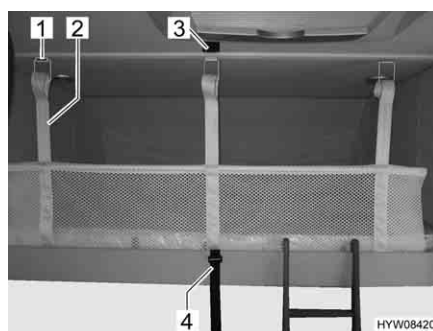

Fig. 74 Rete protettiva (montata)
- Staccare la cintura di ritegno (Fig. 74,4).
- Staccare le cinture di ritegno (Fig. 74,2) e sistemare la rete protettiva sotto il materasso.
- Assicurare il letto basculante al soffitto (Fig. 74,3) mediante la cintura di ritegno (Fig. 74,4).
Fissaggio: ■ Agganciare le cinture di ritegno (Fig. 74,2) ai ganci (Fig. 74,1) del soffitto.